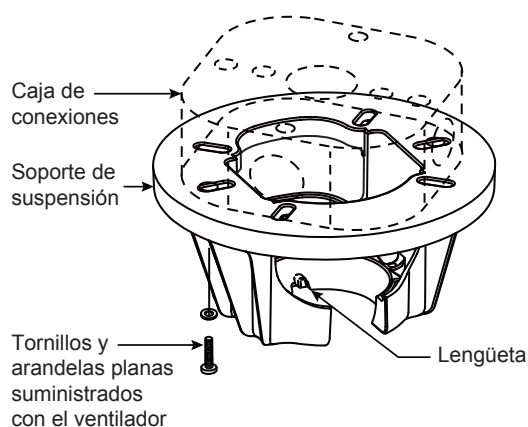

Figura 3
3. Afloje los dos tornillos de fijación del soporte del barral de soporte para techo a través de la varilla. Introduzca los cables de color marrón, azul, rojo, gris y amarillo a través de la varilla. (Figura 3)
1. Fije adecuadamente el soporte colgante a la caja de empalme del techo que sea aceptable para el soporte del techo. Usando los tornillos de la caja de conexiones #8-32 y las arandelas planas suministrado con el ventilador. (Figura 3)
NOTA: Se deben pasar los tornillos de la caja de conexiones a través de los orificios que se encuentran en el soporte de suspensión. (Figura 3)
- ☐ 3. Con cuidado, levante el ventilador y apoye la unidad del barral/de la semiesfera en el soporte de suspensión que acaba de fijar a la caja de conexiones. (Figura 4) Asegúrese de que la ranura en la semiesfera esté alineada con el reborde del soporte de suspensión. (Figura 3)
2. Deslice el receptor en el soporte de suspensión antes de realizar el cableado como se muestra en la figura 3.